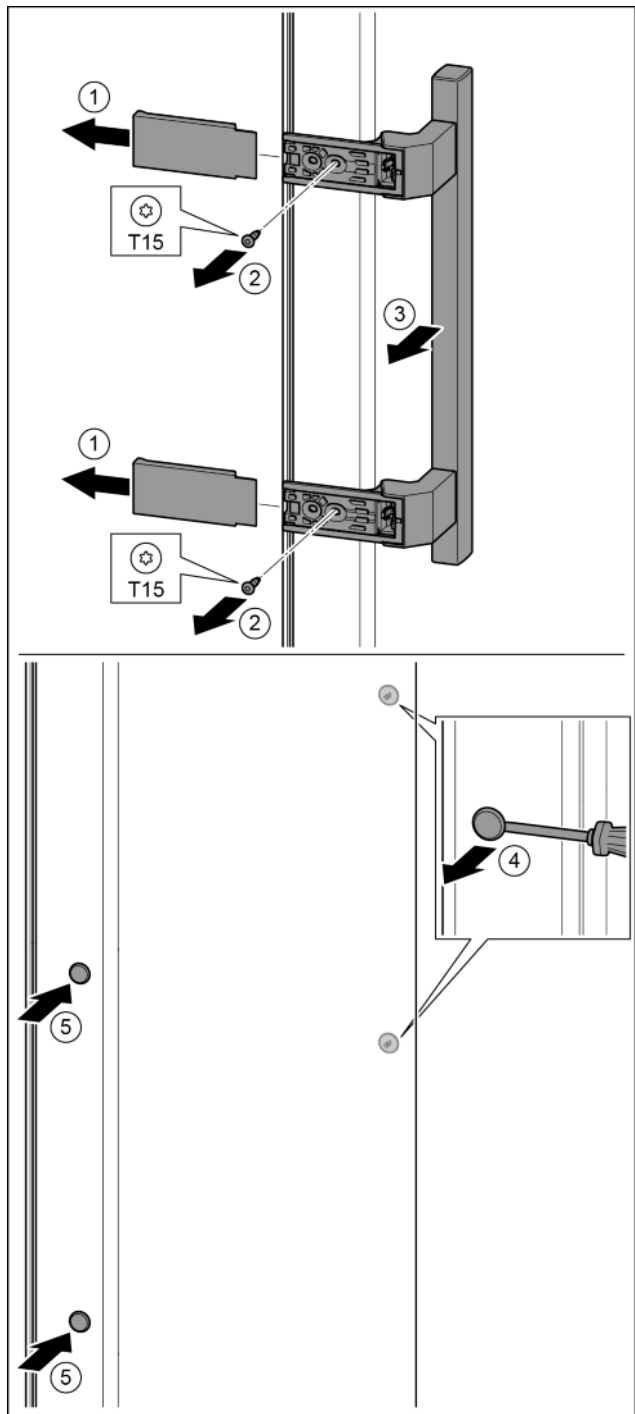

Fig. 29
- ▶ Stáhněte kryt. *Fig. 29 (1)*
- ▶ Šroubovákem T15 vyšroubujte šrouby. *Fig. 29 (2)*
- ▶ Sejměte madlo. *Fig. 29 (3)*
- ▶ Postranní zátku opatrně plochým šroubovákem nadzvedněte a vytáhněte. *Fig. 29 (4)*
- ▶ Zátku opět vložte na druhé straně. *Fig. 29 (5)*